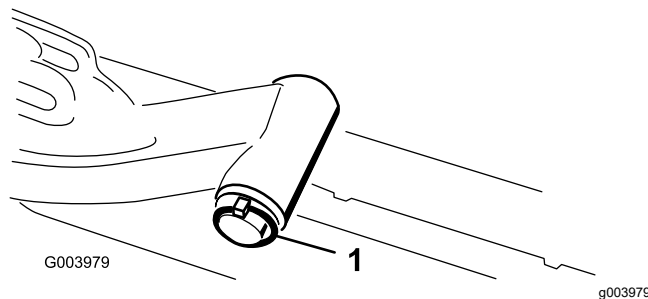

図 8
- A. 昇降アームのピボットシャフトを昇降アームに固定しているリンチピンとワッシャを外し、昇降アームからピボットシャフトを抜き出す 図 8。
- C. 昇降アームのシャフトを昇降アームに通して、ワッシャとリンチピンで固定する 図 8。